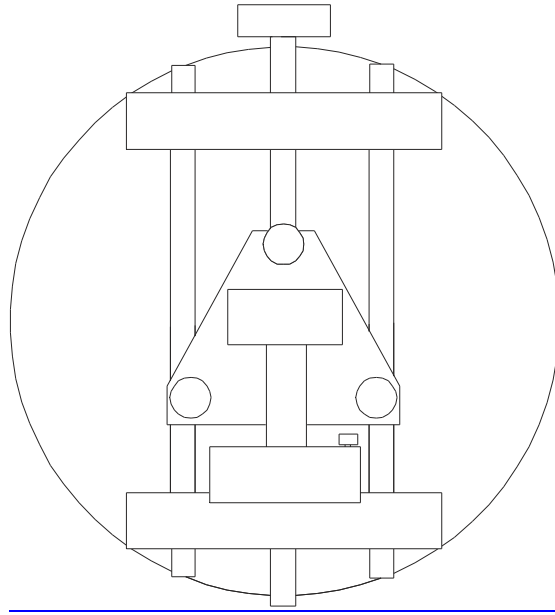

FIGURA 13
1. Coloque la barra enfrente de las ruedas como se ve en la figura 13, con el lado rojo hacia el lado derecho.